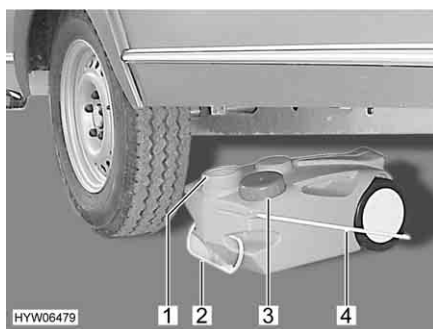

Fig. 151 Serbatoio delle acque grigie, mobile
- Chiudere l'apertura del serbatoio delle acque grigie (Fig. 151,1) con il coperchio (Fig. 151,3).
- Estrarre il serbatoio delle acque grigie tramite la maniglia (Fig. 151,2).
- Sollevare verso l'alto la maniglia da asporto (Fig. 151,4) e posizionare verticalmente il serbatoio delle acque grigie.